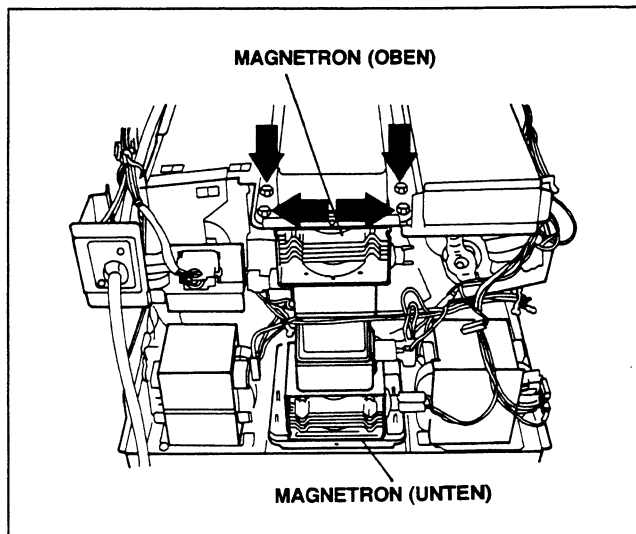

Abb. 7
- Schrauben Sie die 4 Schrauben ab, mit denen das Magnetron befestigt ist. (**Abb. 7**)